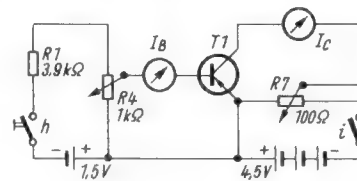

Bild 11. Schaltbild zum Aufnehmen der Kennlinie des Kollektorstromes in Abhängigkeit von der Kollektorspannung. Das Steckerschema enthält die Tabelle 3
Links: Bild 11. Zeilen-Endstufe und Hochspannungserzeugung
1. Steuerimpuls ist vorhanden. Als erstes wird man die Zeilen-Endröhre PL 36 und die Boosterdiode PY 88 versuchsweise ersetzen. Nun kontrolliert man den Katodenstrom der Zeilen-Endstufe, Sollwert etwa 125 mA. Ist er zu klein, so überprüft man die Schirmgitterspannung, Sollwert  $\approx 140 V$ , und die Steuergitterspannung, Sollwert etwa  $-50 V$  (bei Geräten mit Hochspannungautomatik), die zu negativ sein könnte (defekter Ableitwiderstand, falsches Arbeiten der Hochspannungautomatik infolge Fehlens der positiven Gegenspannung, siehe Bild 11 und Funktionsbeschreibung).
In Bild 11 ist die Schaltung dargestellt, die zur Aufnahme der Kennlinie des Kollektorstromes  $I_C$  als Funktion der Kollektorspannung bei konstanter Basisspannung  $U_{BE}$  dient. Das